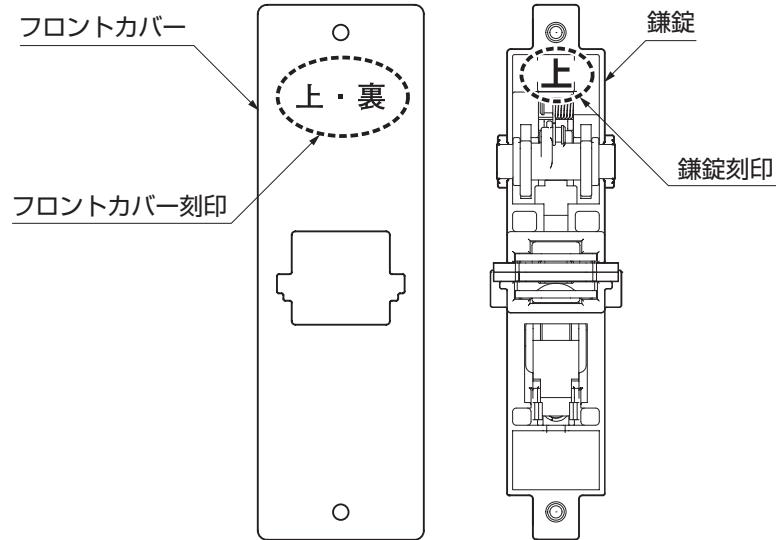

図3-8
- 鎌錠は「上」の刻印のある方を上にフロントカバーは「上・裏」の刻印のある方を上の裏側にしてください。(図3-8参照)